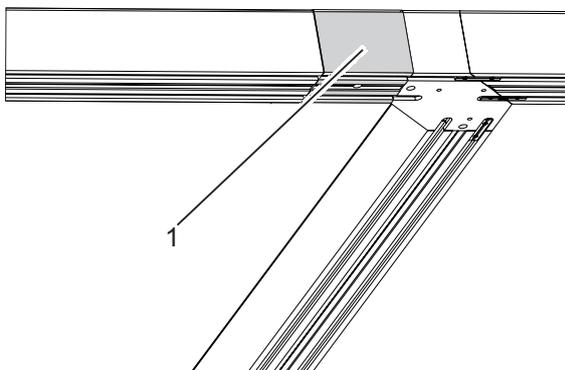

Fig. 6: Position de la pièce de maintenance directement devant la gare de rangement.
- ☞ La pièce de maintenance (fig. 6/1) est incluse dans la longueur totale des rails de roulement. Ne pas encore visser la pièce de maintenance, car elle doit être à nouveau enlevée par la suite pendant la pose. La position exacte de la pièce de maintenance est indiquée dans le plan d'installation fourni.